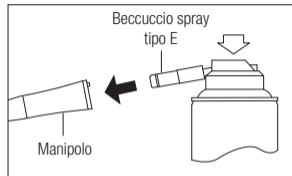

Fig. 7
- 2) Inserire il beccuccio spray nella parte posteriore del manipolo. Mantenere il manipolo e il beccuccio in tale posizione per circa 2-3 secondi. Erogare il lubrificante fino a quando non fuoriesce dalla testina del manipolo (per almeno 2 secondi) (Fig. 7).
- 3) Lubrificare il manipolo usando NSK PANA SPRAY Plus (Fig. 7) o un sistema di pulizia e lubrificazione automatico per manipoli NSK.